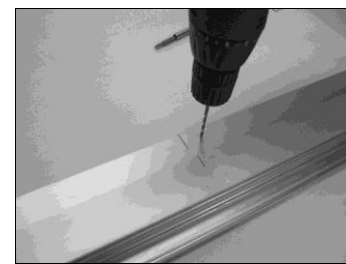

Рис. 5
- E. Просверлите отверстия сверлом надлежащего диаметра и установите передний кронштейн, плотно затянув винты (Рис. 5 и Рис. 5bis).
- Е. Просверлите отверстия сверлом надлежащего диаметра и установите передний кронштейн, плотно затянув винты (Рис. 5 и Рис. 5bis).
Рис. 5 bis